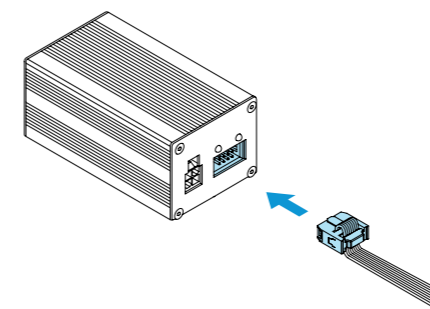

Рисунок 8.
- Подключить кабель для работы с датчиком расстояния (3) к интерфейсному блоку (рисунок 8)